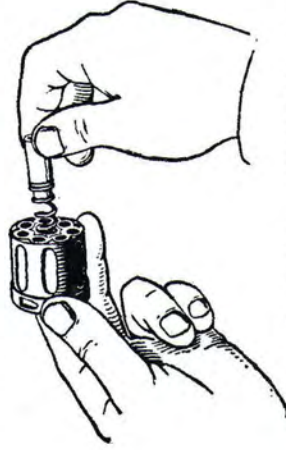

Рис. 29. Как вынуть подвижную трубку с пружинной
2) **вынуть подвижную трубку барабана:** повернуть трубку за ее выступающий конец настолько, чтобы метка на ней пришлась против продольного паза барабана, вынуть трубку и снять с нее спиральную пружину (рис. 29);